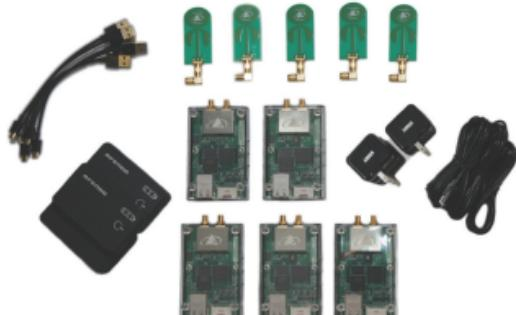

Fig.6: P440
- P440 (Fig. 6) (<https://store.bitcraze.io/collections/positioning-deck>) 以前に示した中国の学生が研究室メンバと共に頻繁に使用。しかし、重いので今のドローンには搭載不可